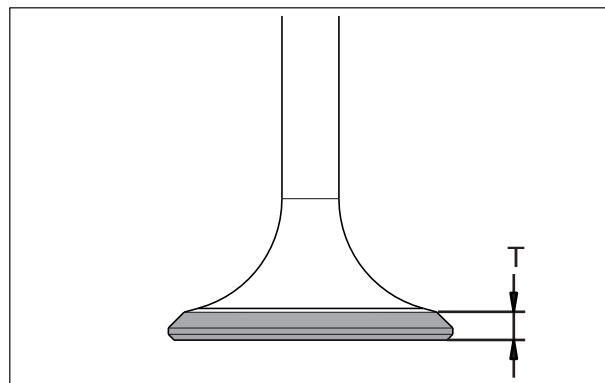

Fig. 3.63
- Mide el espesor de la cabeza de la válvula. Si el espesor es menor al límite de servicio, remplace la válvula por una nueva. (Fig. 3.63)